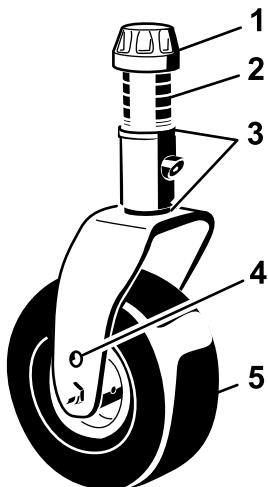
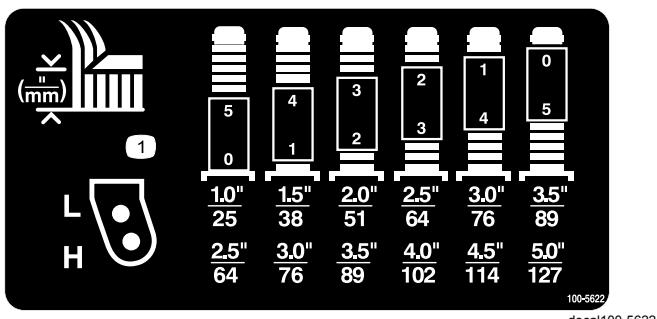

図 7
図 8
- 希望する刈高に合わせてキャスタスピンドルにスペーサを通す図 7と図 8を参照。スピンドルにスラストワッシャを通して、キャスタをキャスターームに通す。もう一枚のスラストワッシャと残りのスペーサをスピンドルに通し、テンショニングキャップで固定する(図 3)。
2. 左右のキャスタフォークの同じ穴にキャスタホイールの軸をセットする。セッティング用の穴の選択については 図 7 および 図 8 を参照してください。
3. スピンドルシャフトからテンショニングキャップを取り 図 7、キャスターームからスピンドルを抜き出す。シム 3 mm を枚スピンドルのシャフトに通す当初の状態と同じに。これらのシムは、デッキ全体の左右の水平調整に必要となる。希望する刈高に必要な枚数のスペーサ 13 mm 厚をスピンドルシャフトに通し、その上からワッシャを取り付ける。
刈高と、必要なシムの組み合わせとの関係は 図 7 と 図 8 で確認する。